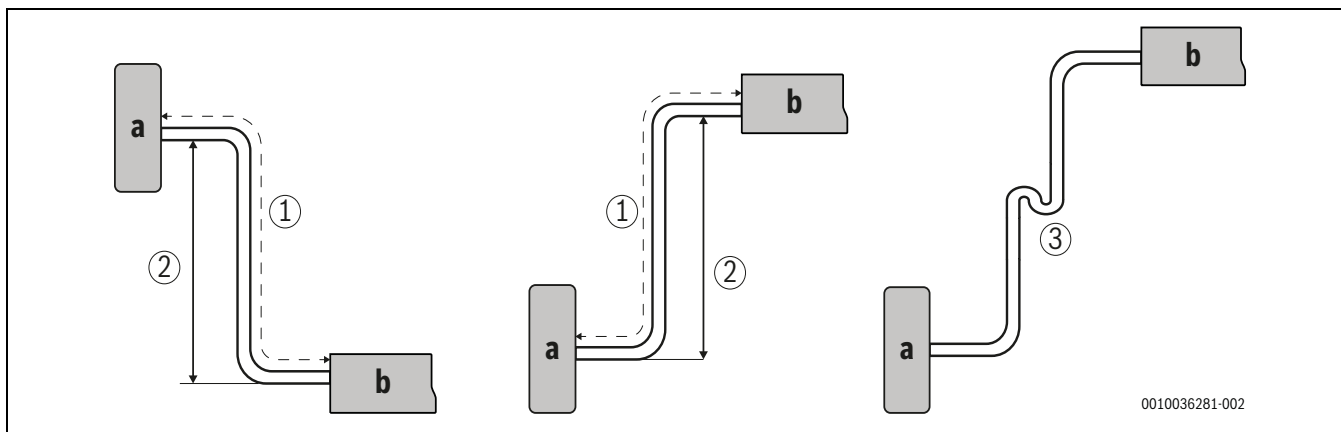

Fig. 8 Longueur et hauteur de tube
- 2) Vérifier le (2) représenté sur la →Fig. 8